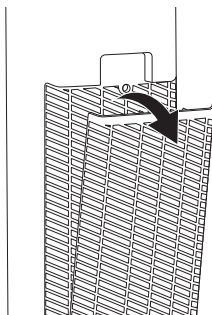

Figura 2
2. Scoate cu atenție grila de protecție trăgând-o de partea de sus (Figura 2).